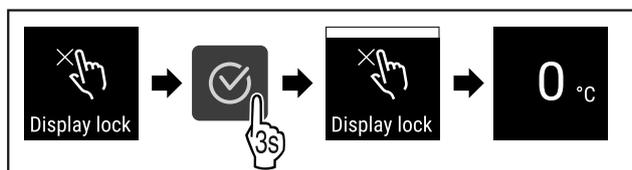

Fig. 77
- ▶ Выполните шаги действия (см. Fig. 77) .